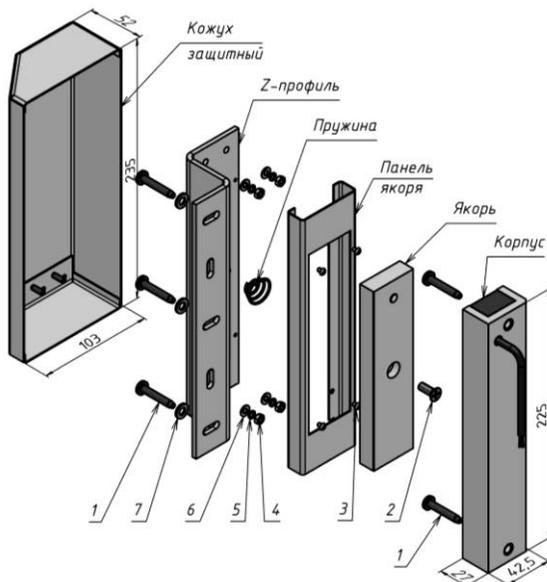

Рисунок 1 – Комплект поставки замка ALM-350FT
- 5.7 Винт крепления якоря (поз.2 рис.1) необходимо затянуть с усилием, достаточным для исключения его отворачивания в процессе эксплуатации. Рекомендуется ставить винт на стопорящий герметик типа «Анатерм» или на нитрокраску НЦ.